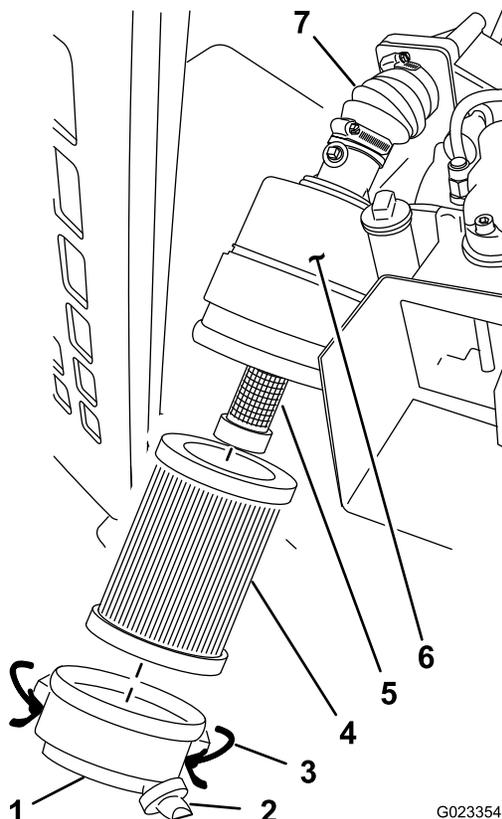

Figure 61
3. Déverrouillez le couvercle du filtre à air et détachez-le du boîtier (Figure 61).
- A. Remettez le couvercle du filtre à air en orientant le capuchon antipoussière vers le bas et l'arrière, et verrouillez le couvercle (Figure 61).
1. Déverrouillez le couvercle du filtre à air et détachez-le du boîtier (Figure 61).
2. Sortez l'élément primaire du boîtier du filtre avec précaution (Figure 61).
3. Sortez l'élément secondaire du boîtier du filtre avec précaution (Figure 61).
5. Placez l'élément secondaire dans le boîtier du filtre avec précaution (Figure 61).
6. Placez l'élément primaire dans le boîtier du filtre avec précaution (Figure 61).
7. Remettez le couvercle du filtre à air en orientant le capuchon antipoussière vers le bas et l'arrière, et verrouillez le couvercle (Figure 61).